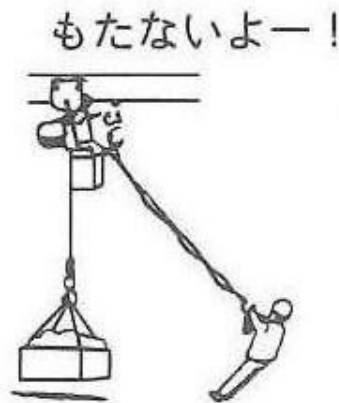

図 15
- (2)寸動運転（インチング）はしないで下さい。
- (3)荷をつったまま運転位置を離れないで下さい。
- (4)運転中は荷から目を離さないで下さい。
- (5)斜め引きをしないで下さい。※荷の真上に電気トロリを移動させてからつり上げて下さい。（図15）